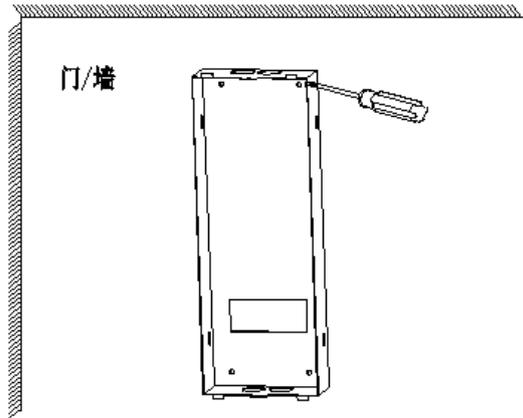

图 3-1
1.用螺丝刀和 4MM 自攻螺丝将安装板锁紧至与墙面贴平，如图 3-1 所示